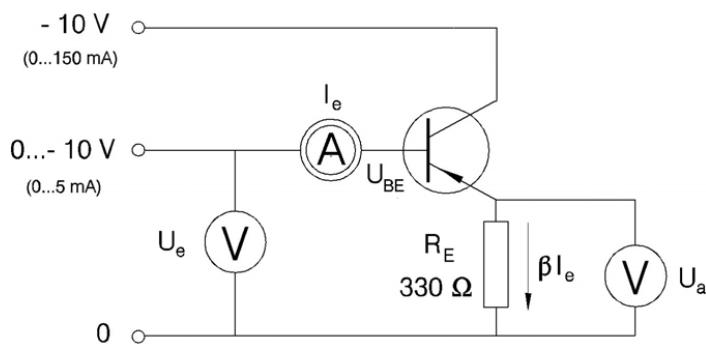

Abbildung 4: Schaltbild zur Emitterschaltung
In der Schaltung nach Abb. 4 folgt die Emitterspannung U_a der Basisspannung U_e im Abstand U_{BE} : Zu einer bestimmten Eingangsspannung U_e gehört ein Eingangsstrom I_e . Wenn β der Stromverstärkungsfaktor des Transistors ist, fließt durch den Emitterwiderstand R_E der Strom $\beta \cdot I_e$, der an R_E eine Spannung $U_a = \beta \cdot I_e \cdot R_E$ verursacht. Der Eingangsstrom I_e selbst ruft am Basis-Emitter-Widerstand R_{BE} des Transistors den Spannungsabfall $U_{BE} = I_e \cdot R_{BE}$ hervor. I_e stellt sich so ein, dass $U_a + U_{BE} = U_e$ wird. Eine Eingangsspannungsänderung ΔU_e hat eine Eingangsstromänderung ΔI_e und damit Spannungsänderungen $\Delta U_a = \beta \cdot \Delta I_e \cdot R_E$ und $\Delta U_{BE} = \Delta I_e \cdot R_{BE}$ zur Folge, wobei gelten muss
In der Schaltung Abb. 4 (ohne Strommessgerät) messe man bei etwa 10 Eingangsspannungen U_e die Größe U_a . Man zeichne die Kennlinie $U_a(U_e)$, entnehme daraus die Spannungsverstärkung ν und vergleiche mit Gl. (3).